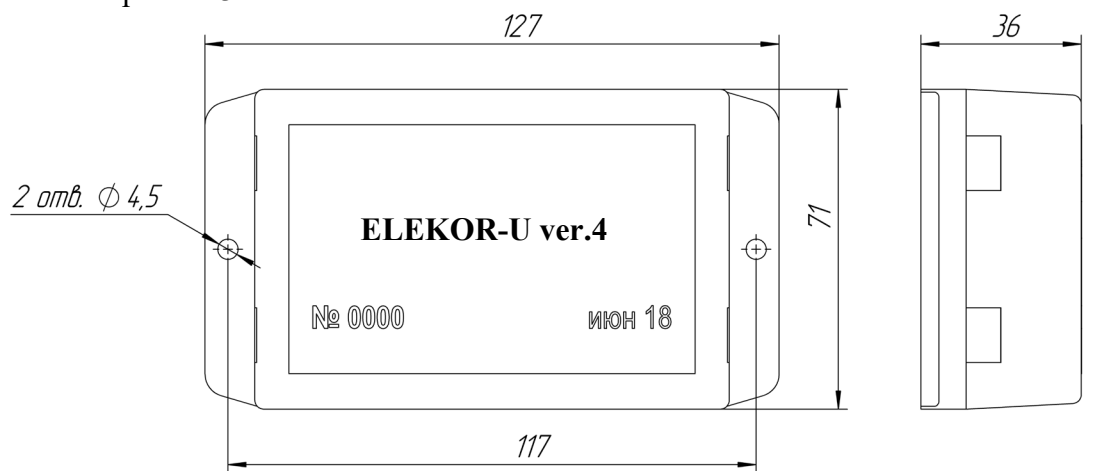
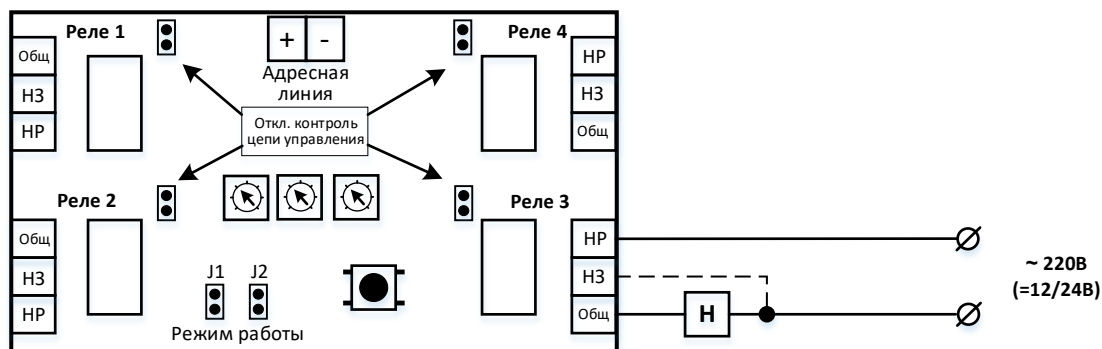

Рис.1. Габаритные и установочные размеры LEKOR-U ver.4.
Рис.2. Расположение клемм и органов управления LEKOR-U ver.4. Схема подключения нормально-выключенной нагрузки.
Установка режимов работы модуля производится с помощью 2-х джамперов "Режим работы". Джампер J1 управляет режимом работы реле 1 и 2, джампер J2 - реле 3 и 4. Установленный джампер соответствует импульсному режиму работы, снятый – постоянному (см. Таблица 2 и рис.2).
1.9. Каждое реле модуля имеет джампер отключения контроля цепи управления (см рис.2), что необходимо для проведения пусконаладки при отсутствии напряжения питания нагрузки, а также для поиска неисправностей в цепях управления (раздел 3). При установленном джампере контроль цепи управления отключен.
2.1.2. Габаритные и установочные размеры модуля показаны на рис.1, принципиальные схемы подключения – на рис.2 - 3.
<ol style="list-style-type: none"> 1. Не разрешается подключать адресные входы модуля к посторонним источникам тока. 2. Напряжение нагрузки разрешается подавать не ранее, чем через 20сек после первого включения модуля, т.к. после транспортировки положение контактов реле может отличаться от указанного на рис.2,3.